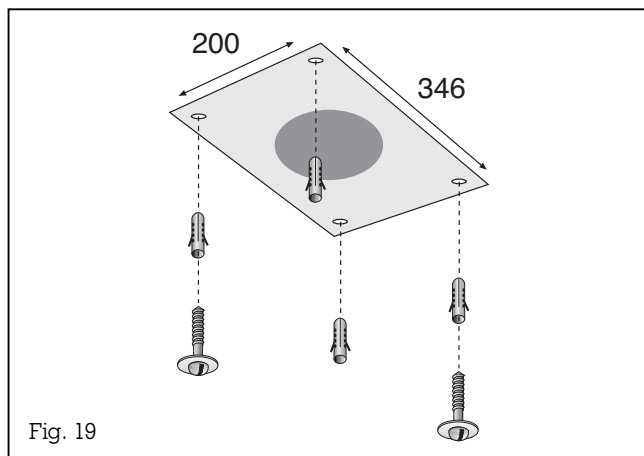

Fig. 19
2. Bor de 4 huller Ø 8 mm for dyvlerne. Tryk dyvlerne ind til de er i plan med loftet (fig. 19).